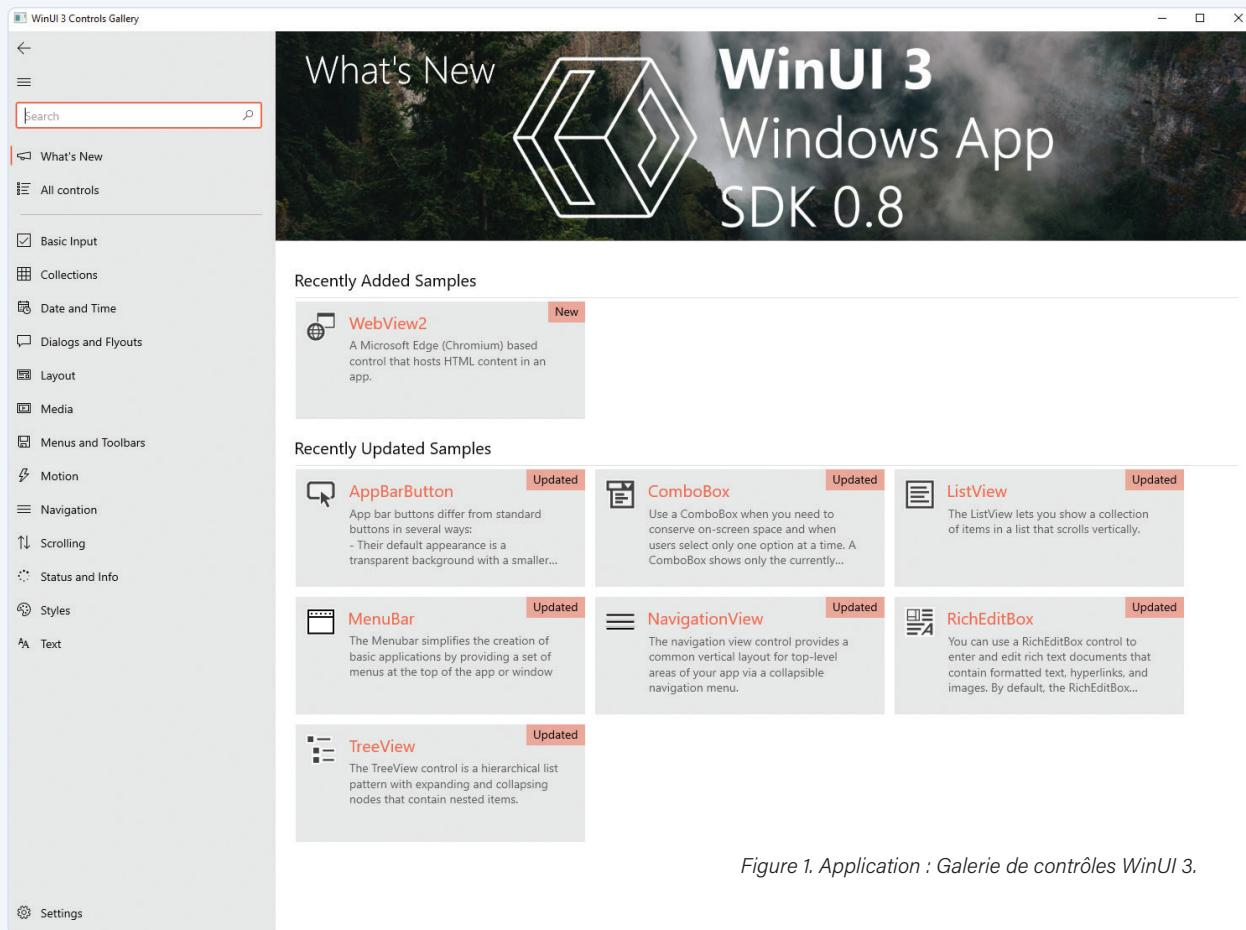

Figure 1. Application : Galerie de contrôles WinUI 3.
- **Éléments de contrôle de l'interface utilisateur** : il existe un ensemble de contrôles pour concevoir l'interface utilisateur. Il s'agit d'éléments de base, comme des boutons et des champs de saisie de texte, mais aussi des éléments plus complexes et avancés comme un élément de contrôle de calendrier, un composant *WebView* ou un élément d'affichage de données personnelles, que nous pouvons utiliser, par exemple, pour l'administration des utilisateurs. Si vous souhaitez explorer davantage toute la gamme des éléments de contrôle, accédez au Microsoft Store et téléchargez l'application *WinUI 3 Controls Gallery*, qui donne un aperçu des contrôles disponibles pour WinUI 3, avec une démonstration de leur utilisation et de leur intégration dans le code source (XAML). Des liens correspondants vers la documentation sont également disponibles (**figure 1**).